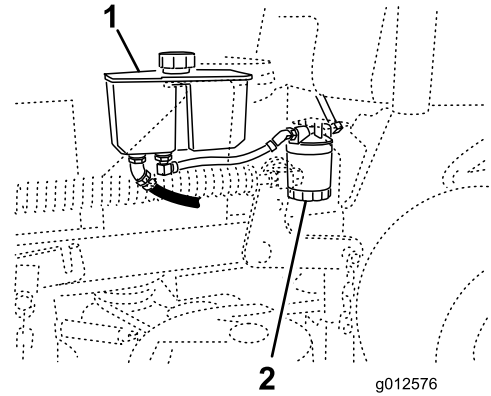

Figure 73
- Trouvez le filtre et placez un bac de vidange au-dessous (Figure 73).